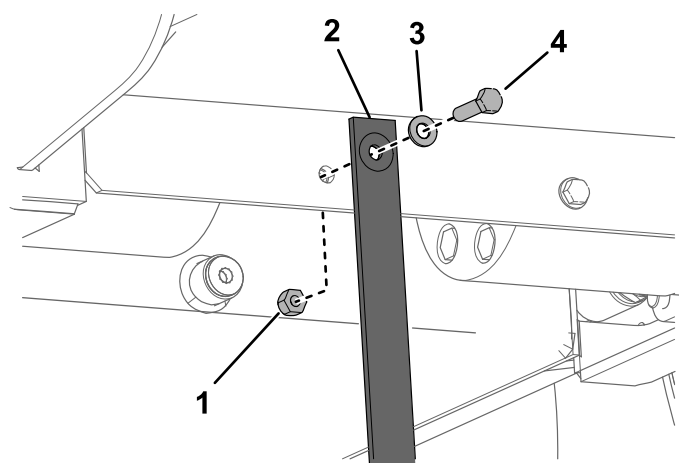

Figura 32
3. Debajo de la plataforma, cambie la tira antiestática como se muestra en la Figura 32.